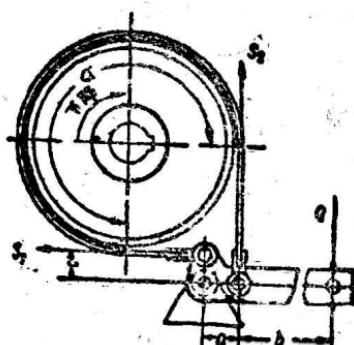

图 8 綜合帶式制動器
(3) 綜合帶式制動器：如图 8。这种制動器与上述两种制動器不同的地方是它可以用作双向制動，也就是制動輪向任何方向旋轉时，都可以制動。